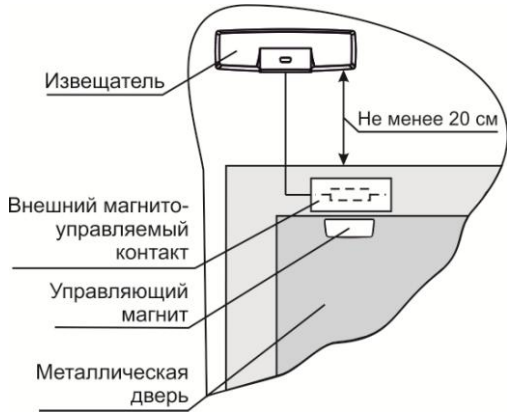

Рисунок 5
8.1.4 Вариант размещения извещателя для блокировки металлической двери (рисунок 5)
- Для контроля **только внешних** магнитоуправляемых контактов (рисунок 5) установить перемычку на вилку **Ext**, снять перемычку с вилки **Int**.